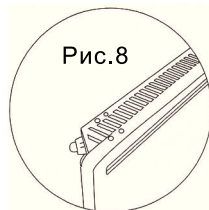

Рис.8
1. перевернуть конвектор нижней частью вверх (рис. 8);